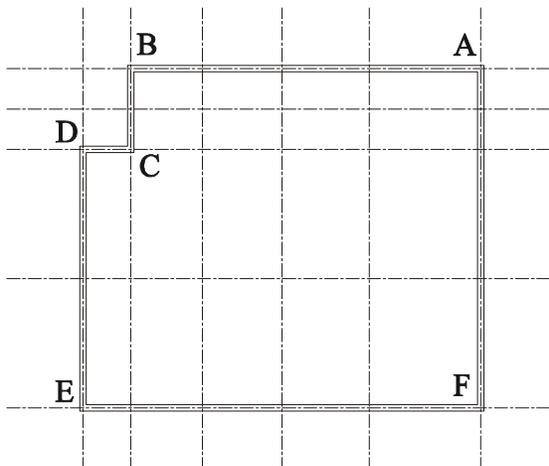

图 9-1-6
(3) 用 OFFSET 命令绘制墙体线如图 9-1-6 所示，其操作步骤如下：